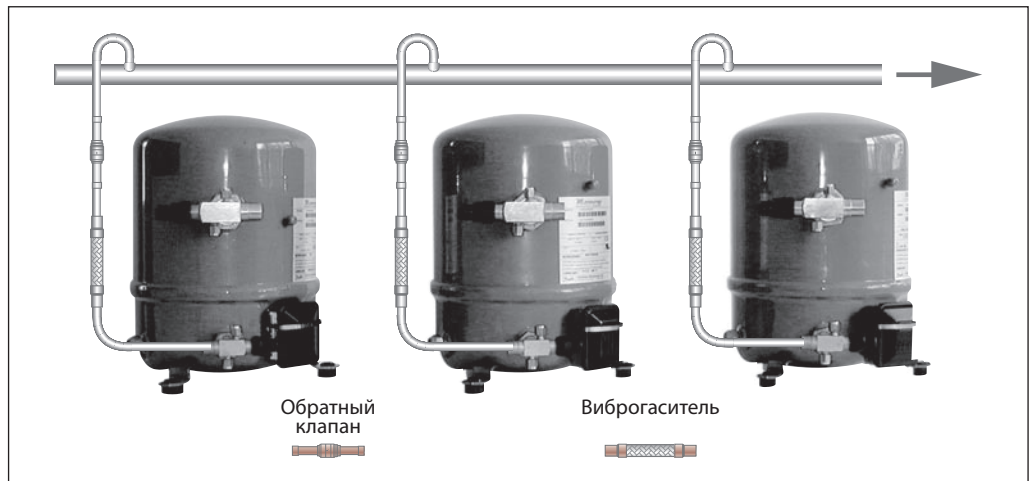

Рис. 3.7. Схема нагнетательного коллектора при его размещении выше уровня нагнетательных патрубков.
- При невозможности размещения нагнетательного коллектора ниже уровня нагнетательных патрубков требуется использовать соединительные трубопроводы специальной конструкции, которая позволяет им входить в коллектор со стороны его верхней образующей (см. рис. 3.7).